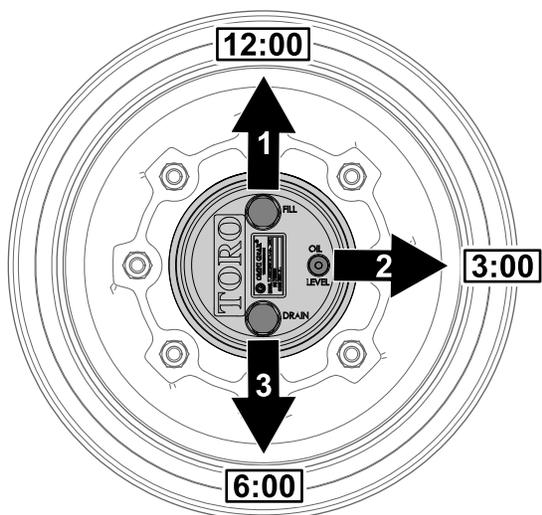

Figure 98
1. Garez la machine sur une surface plane et horizontale, tournez la roue de sorte que le bouchon de remplissage soit à la position 12 heures, le bouchon de contrôle soit à la position 3 heures et le bouchon de vidange soit à la position 6 heures (Figure 98).
2. Retirez le bouchon de contrôle à la position 3 heures (Figure 98).
position 3 heures et le bouchon de vidange soit à la position 6 heures ; voir Figure 98 sous Contrôle du niveau de lubrifiant du train planétaire (page 71).